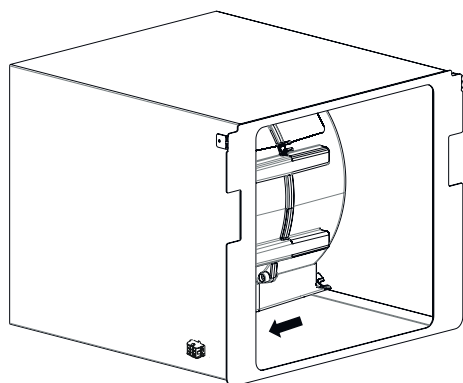

Fig. 14
5. ➤ Skub nu det 6-polet multikabel i motorkassen ind i hullet indtil det "klikker" sig fast(Fig. 14).